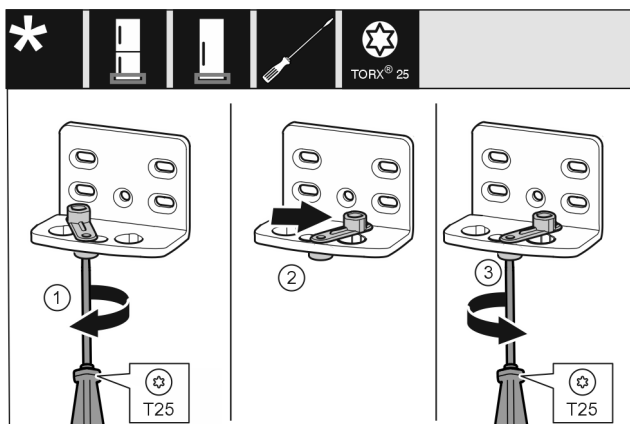

Fig. 13
- ▶ Βιδώστε πρόχειρα τη βίδα Fig. 13 (1) με καταβίδι.
- ▶ Ανασηκώστε το βοήθημα κλεισίματος πόρτας Fig. 13 (2) και περιστρέψτε 90° προς τα δεξιά στην τρύπα.
- ▶ Σφίξτε τη βίδα Fig. 13 (3) με καταβίδι.